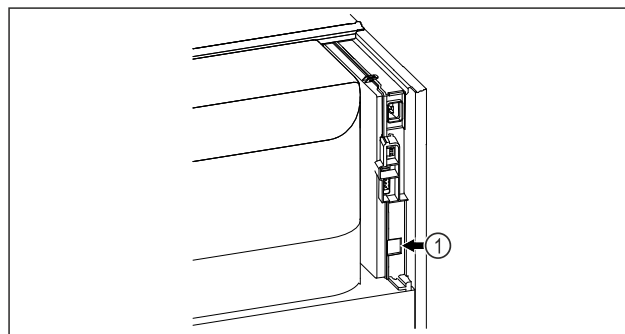

Fig. 127
- ❑ Vstavljen je SmartModule Fig. 127 (1).